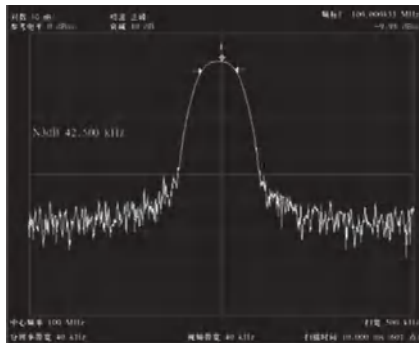

图 3-11 衰减器自动模式测量
- e) 减小扫宽到100kHz，显示如图3-11所示。根据情况可以重复以上步骤，并保证信号峰值在频谱仪的中心频率。